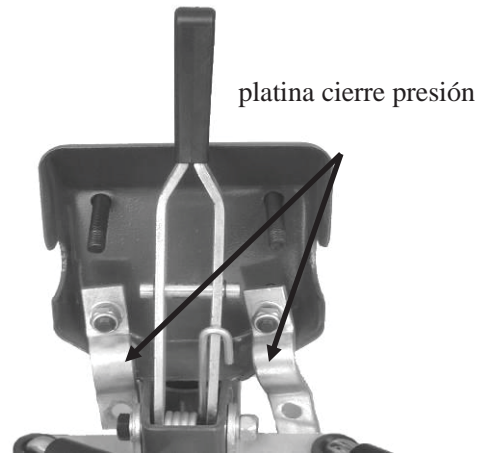

Figura 11
10. De un giro de 180° a las dos pletinas de eje del manillar- Ver figura 11.